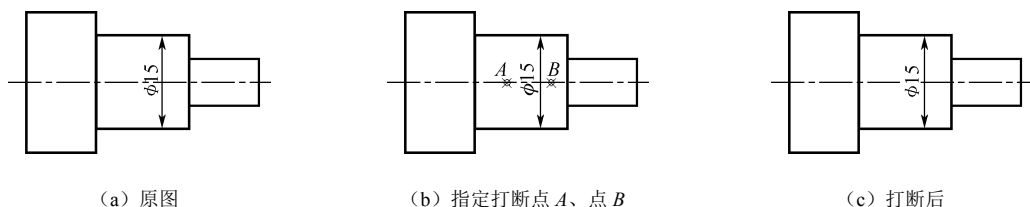

图 2-57 指定两点打断对象
(1) 指定两点打断对象。该方式将选定对象两点间打断的部分删除。如图 2-57 所示,采用该方式可将中心线在 A、B 两点间打断。